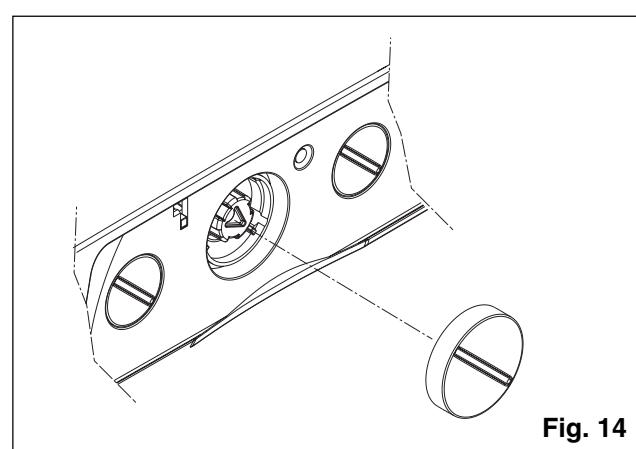

Fig. 14
- Extraer el selector de función (fig. 14) tirando hacia afuera
- Situar el pomo (C) en posición "análisis de combustión": esta posición se obtiene girando en el sentido de las agujas del reloj el pomo, hasta llegar al tope (fig. 14)